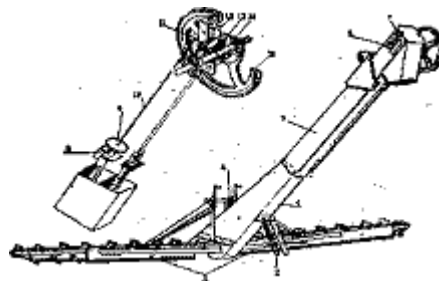

Рис. 4. Загрузочный транспортер:
4.1. Загрузочный транспортер (рис. 4) состоит из наклонного транспортера 1 и двух Т-образно расположенных скребковых питателей 3, шарнирно соединенных с нижней головкой транспортера. Ширина захвата транспортера 4500 мм.